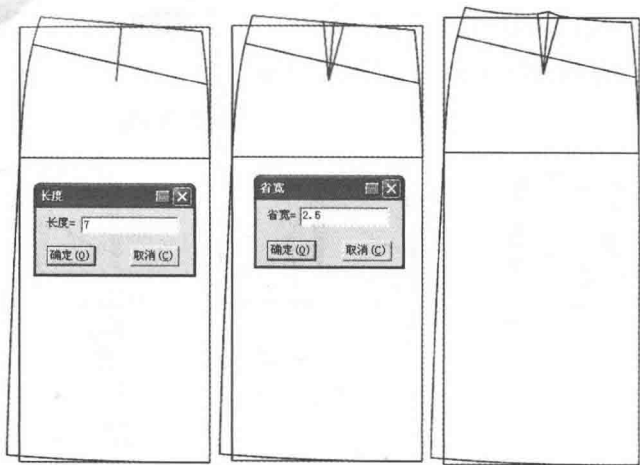

图6-72 画后育克步骤2
(10) 选择 【智能笔】工具按着【Shift】键, 进入【三角板】功能。左键点击侧缝端点拖到前中端点, 在二分之一处确定省长 7cm。
(11) 选择 【智能笔】工具按着【Shift】键, 右键框选前腰围基础线, 点击开省线, 出现省宽对话框, 输入 2.5cm 省量, 确认后击右键调顺腰围线, 单击右键结束(图 6-72)。